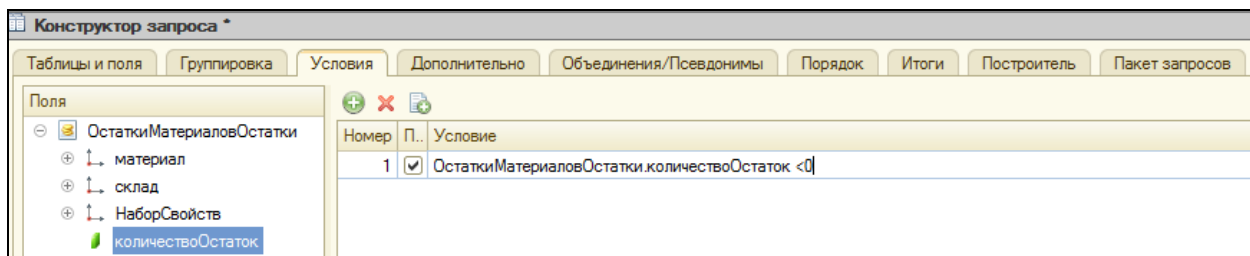

Рисунок 5.22 Условие виртуальной таблицы
6. Перейти на закладку **Условия**. Сформировать новое условие. Перенести в список условий поле `ОстаткиМатериаловОстатки.КоличествоОстаток`. настроить условие по образцу (рис.5.22). Нажать ОК. формируется листинг запроса (листинг 5.22).